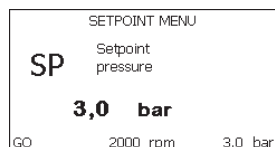

Рисунок 18: Визуализация параметра меню
На страницах, показывающих параметры, могут появляться: цифровые значения и единица измерения текущей строки, значения других параметров, связанных с настройкой текущей строки, графические линейки, перечни; см. Рисунок 18.
**7.1.9 - Си** Рисунок 18: Визуализация гистограммы мощности